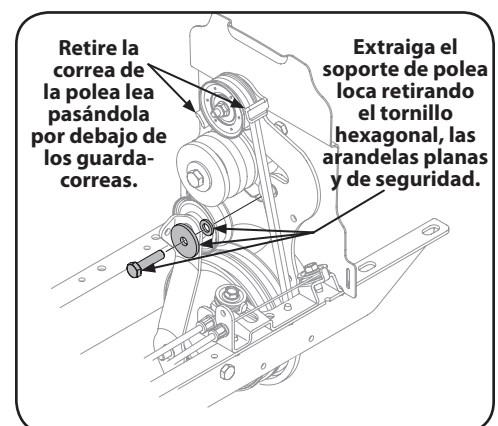

Figura 5-6
5. Extraiga la polea loca retirando el tornillo hexagonal de 5/16-24, la arandela plana y la arandela de seguridad, como se muestra en la Figura 5-6.